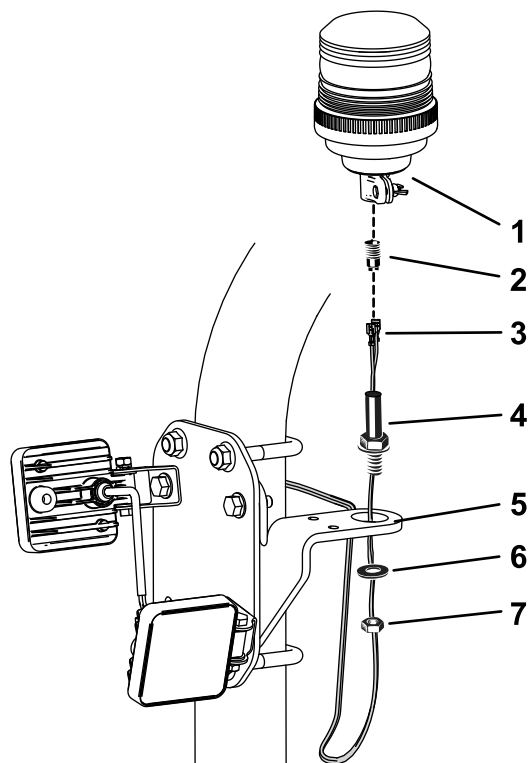

Figura 12
Nota: El conector de la baliza puede desenroscarse de la base de la baliza para efectuar la conexión (Figura 12).
5. Monte la baliza en el soporte como se muestra en la Figura 12.